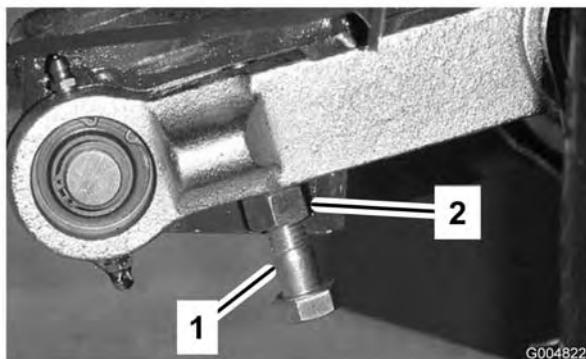

Figura 25
- Per mettere a punto la distanza dovete accedere al bullone di regolazione, sull'attacco orientabile posteriore dell'apparato di taglio (Figura 25). Allentate il controdado del bullone di regolazione. Allentate o serrate i bulloni di regolazione fino ad ottenere una luce di 10-16 mm, quindi serrate il controdado.